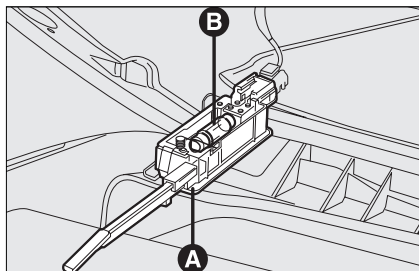

Рис. 44
- откройте перчаточный ящик, и извлеките держатель лампы **A**, **рис. 44**;